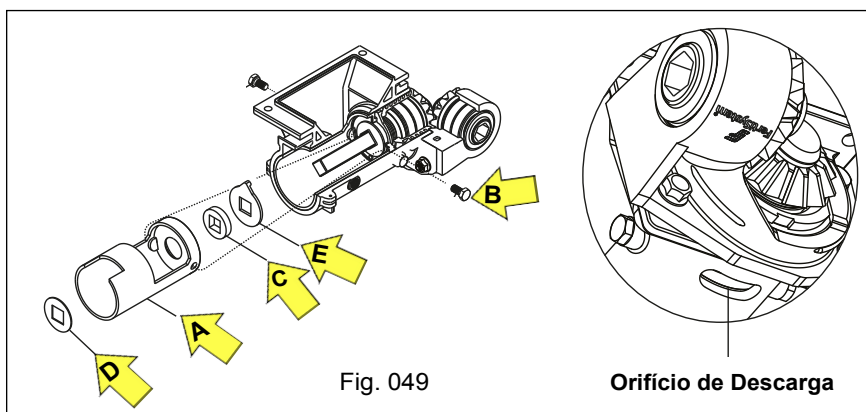

Fig. 049
d) Efetue a análise de desgaste no revestimento "A", substitua-o se apresentar desgaste excessivo, afrouxando e retirando o parafuso "B". Verifique se há desgaste no feltro "C", arruelas "D e F" e arruela de limpeza "E". O desgaste excessivo é verificado quando ocorrer a saída do adubo em grande quantidade pelo orifício de descarga autolimpante, localizado na face inferior do corpo do distribuidor (Fig. 049).